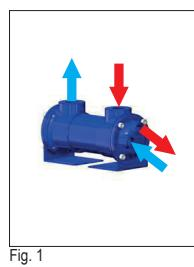

Fig. 1
- Vous pouvez voir ici sur le côté comment les conduits d'entrée et de sortie des fluides doivent être connectés au fur et à mesure que l'ensemble de l'échangeur varie (voir figure 1 et figure 2), tandis que sur la troisième image on montre ce que l'opérateur peut trouver une fois démonté un des fonds après avoir dévisé les boulons de fixation ; cette ouverture est réalisée périodiquement pour un éventuel nettoyage des canalisations ! (Voir figure 3).